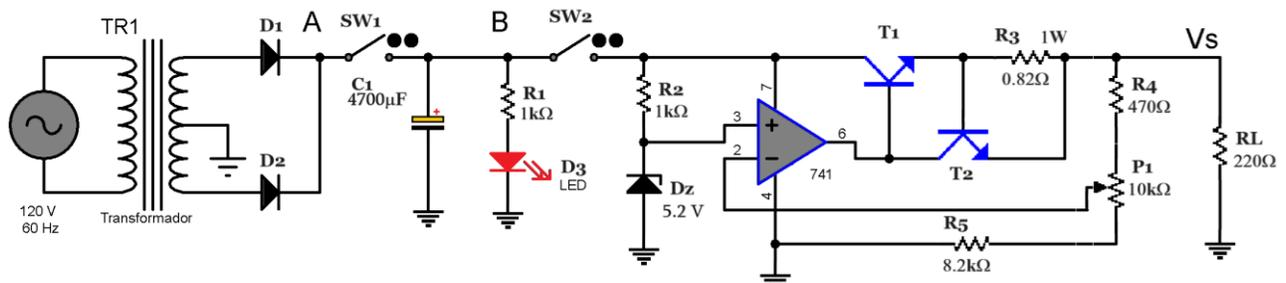

Figura 10.2
3. Explicar el funcionamiento del circuito de la figura 10.2 éste deberá ser entregado al profesor del laboratorio al inicio del mismo.
4. El alumno deberá realizar la simulación del circuito de la figura 10.2.
- Arme el circuito de la figura 10.2 dejando todos los interruptores abiertos.